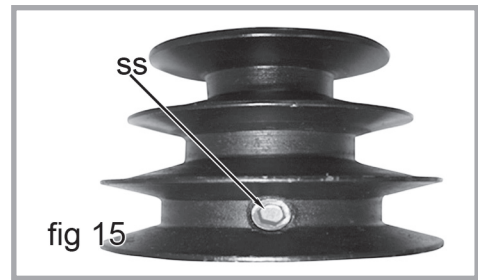
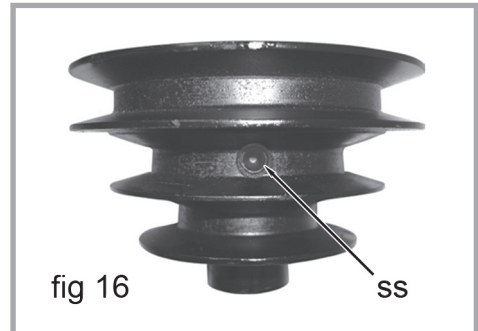

fig 15
fig 16
8. Repérez les 2 vis de réglage M8 x 12; une va dans la poulie du moteur (ss, fig 15) et l'autre dans la poulie de engrenage sans fin (ss, fig 16).